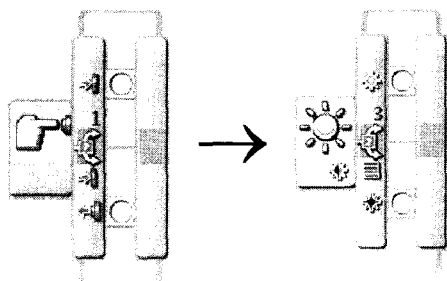

Рис. 121. Оператор выбора на основе показаний датчиков касания или освещенности
2. Появился переключатель (рис. 121), но нам нужен другой (тот, что справа).